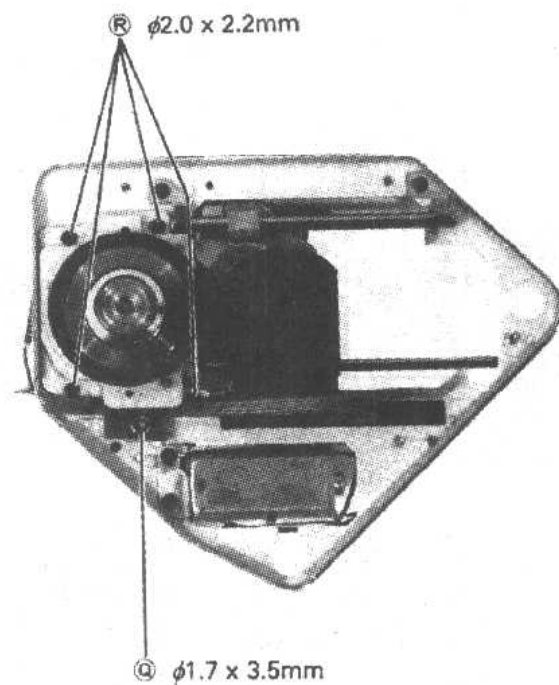

图 1.17
- (2) 取下可拆卸印刷电路板上的 1 个螺钉 ② 和 4 个马达固定螺钉 ③, 见图 1.17。